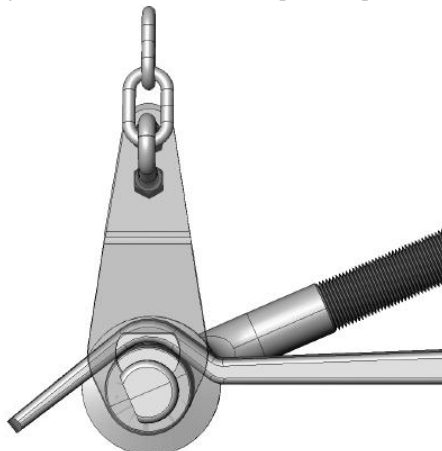

Figure 14
6. Vérifier que la came est correctement assise dans la détente de la barre stabilisatrice (figure 14). Si l'assemblage du bras de came ne s'assoit pas correctement dans la détente de la barre stabilisatrice, frapper l'extrémité du bras de came avec un maillet ou un marteau jusqu'à ce que l'assise avec la détente de la barre stabilisatrice corresponde à la figure 14.
2. Aller à chaque bras de came et vérifier que la came est parfaitement centrée dans la détente de la barre stabilisatrice. Ajuster la longueur des bras de came selon les instructions, il est important que le bras de came/la détente de la barre stabilisatrice se trouvent exactement tel qu'illustré à la figure 14.
3. Avant d'ajuster la longueur du bras de came, monter le vérin du timon de remorque et abaisser les supports à enclenchement rapide. Desserrer le contre-écrou (figure 5) et déplacer l'écrou d'ajustement (figure 5) jusqu'à ce que la came soit centrée dans la détente de la barre stabilisatrice (figure 14). Une fois les ajustements effectués, soulever les deux supports à enclenchement rapide et poser les agrafes de retenue ; abaisser le vérin du timon de remorque. Répéter l'étape 2 de cette section.